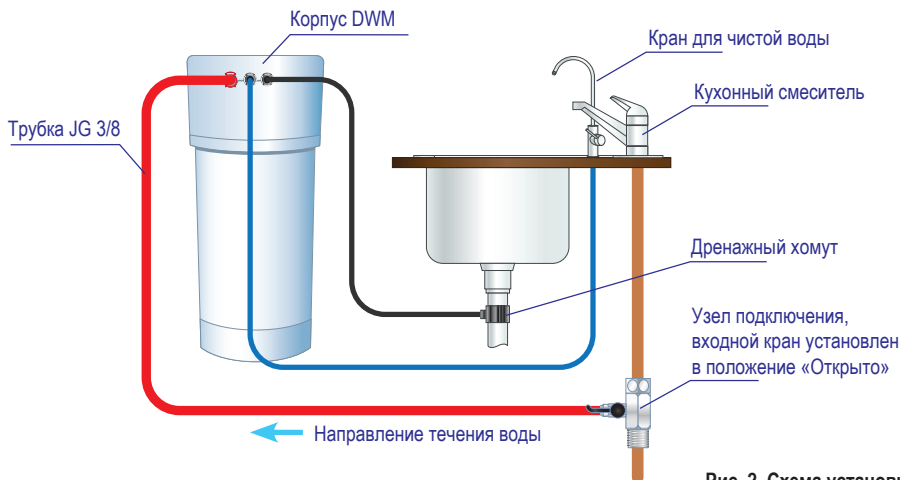

Рис. 2. Схема установки DWM
Определите удобные места расположения крана для чистой воды и DWM. При этом обратите внимание на то, чтобы подводящие трубы проходили свободно, без изломов и перегибов (рис. 2).
**Шаг 1** Подсоедините подводящие трубки, следуя рисункам ниже. Схема подключения трубок показана на рис. 2.